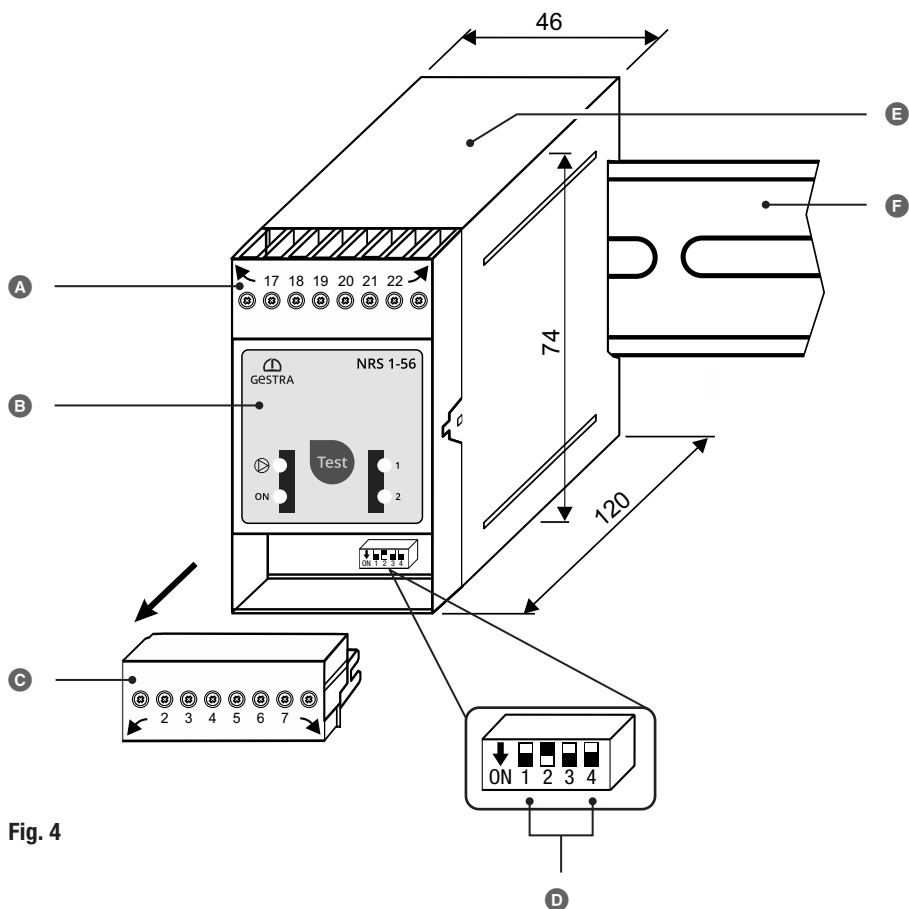

Fig. 4
Die Ansprechempfindlichkeit und die Funktion sind durch den Kodierschalter **D** (siehe **Fig. 4**) festgelegt. Für Änderungen ist der Kodierschalter wie folgt zugänglich:
3. Die gewünschten Einstellungen am Kodierschalter **D** (siehe **Fig. 4**) vornehmen.